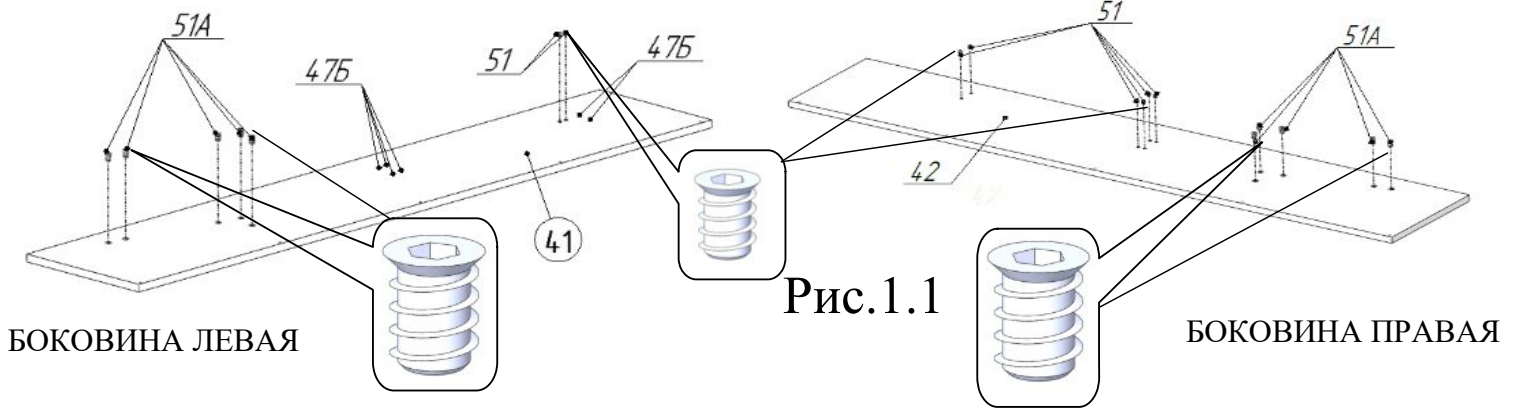
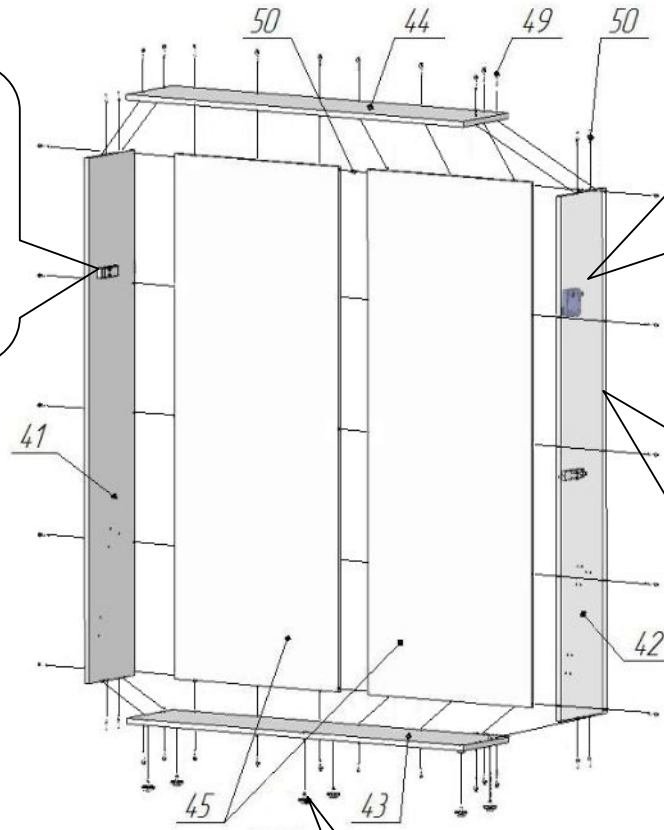
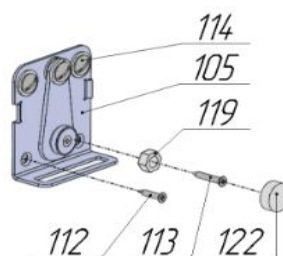

Рис.1.1
Рис.1.2
Рис.10.1 Закрепление при установке механизма на ЛЕВОМ щите короба
Установить в боковины поз.41, 42 футорки поз.51,51А, используя шестигранные ключи 6мм и 8мм (рис.1.1). Завинчивание футорок производить до совпадения торцев с плоскостью боковин поз.41,42. Установить заглушки поз.47Б в неиспользуемые отверстия в соответствии с рис. 1.1. Состыковать стенки задние поз.45 между собой, используя шканты поз.50. Собрать вокруг стенок задних поз.45 боковины поз.41, 42 и панели поз.43, 44 в соответствии с рис.1.2, используя шканты поз.50 и винты-конфирматы поз.49. Установить на головки винтов-конфирматов поз.49 заглушки поз.47А.
10. Поднять раму кровати в вертикальное положение. Надавливанием на верхние углы рамы в горизонтальном направлении, добиться одинаковых зазоров слева и справа между рамой и боковинами короба поз.41,42 (рис.1.2).
В случае, если поверхность щита декоративного поз.40 в закрытом (НАЖАТОМ ДО ЩЕЛЧКА МЕХАНИЗМА) вертикальном положении совпадает с кромками боковин поз.41,42 (рис.1.2), регулировка механизма не требуется. Можно провести его окончательное закрепление саморезами поз.112 и 113, подложив под саморез поз.113 гайку поз.119 (рис.10.1, 10.2). Надеть на гайку колпачок поз.122. В зависимости от стороны, с которой установлен механизм фиксации поз.105, саморезы расположить в соответствии с рисунками 10.1 или 10.2.
При необходимости регулировки фиксированного положения, ослабить винты поз.114 (рис.10.1 и 10.2). Сместить в нужном направлении механизм фиксации поз.105.
Затянуть винты поз.114. Повторить поднятие рамы и закрывание. После окончания регулировки закрутить саморезы поз.112 и поз.113, подложив под саморез поз.113 гайку в соответствии с рисунками 10.1 или 10.2. Надеть на гайку поз.119 колпачок поз.122 (рис.10.1 и 10.2).